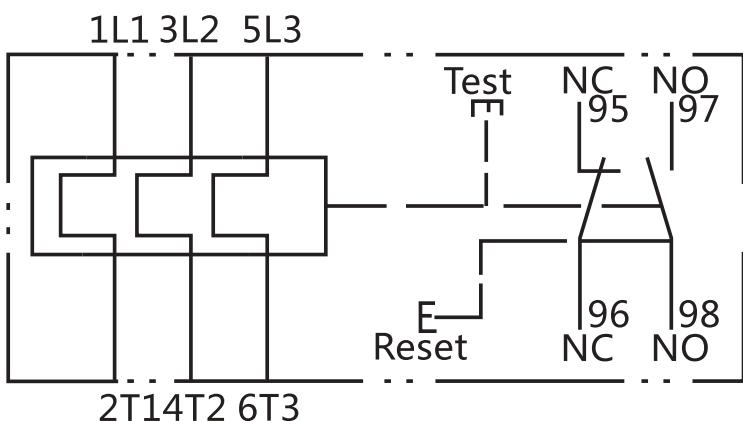

图1 内部结构
2.1.1 热继电器的动作机构为弓片簧反转跳跃式机构 ,其内部结构电气示意见图1